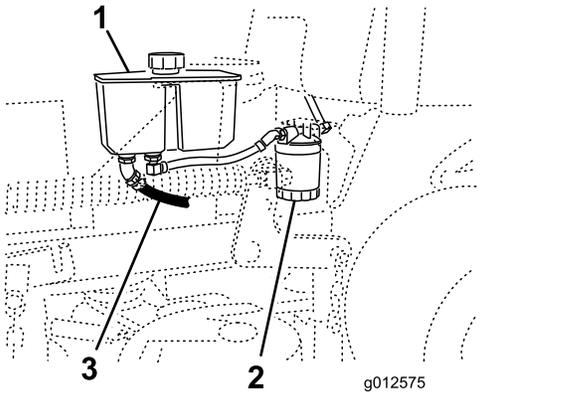

図 69
4. 油圧オイルタンクの下にある前油圧ホースを探し出し、その下にオイル受け容器を置く 図 69。